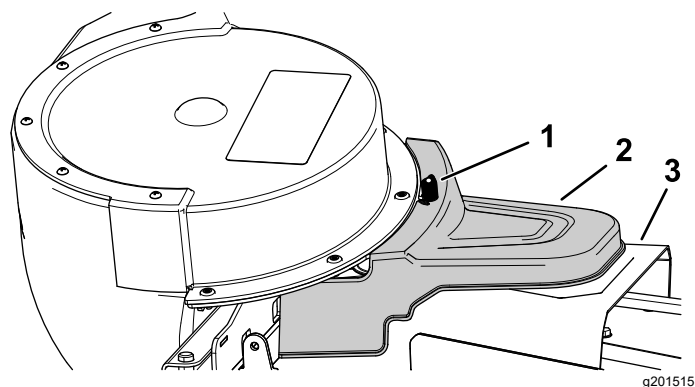

Figura 27
- Postavite pogonjeni poklopac sakupljača preko poklopca kaiša i pričvrstite ga zatezanjem ručice (Figura 27).